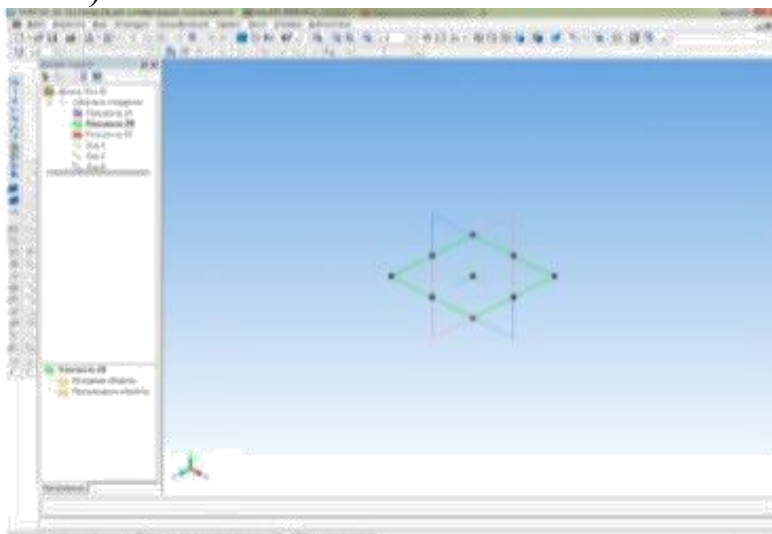

Рис. 1. Дерево модели – начало координат
3. Дерево модели – начало координат – активировать плоскость ZX (рис. 1).